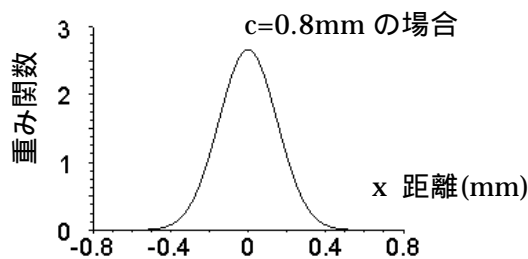
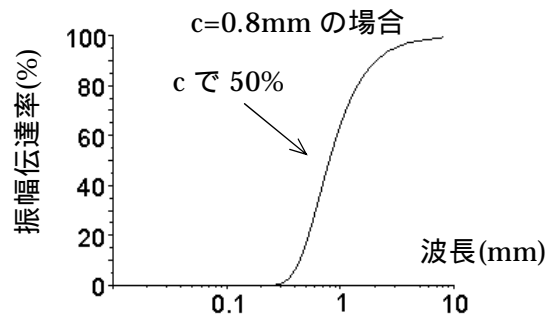

図2 ガウシアンフィルタの重み関数
図3 ガウシアンフィルタの振幅伝達率
空間領域でのガウシアンフィルタの重み関数は(1)式であり、**図2**となります。
うねりデータが算出されます。直感的には、入力データに**図2**の重み関数の中心を移動しながら、重みつけした平均処理を行うといえます。表面粗さデータを算出するには、入力データからうねりデータを減算します。
(1)式をフーリエ変換すると(2)式及び**図3**となります。
以上のように、空間領域ではどの範囲で平均を取るか(**図2**)、周波数領域ではどの波長を透過するか(**図3**)を考えるとフィルタ処理のイメージが湧きやすくなります。